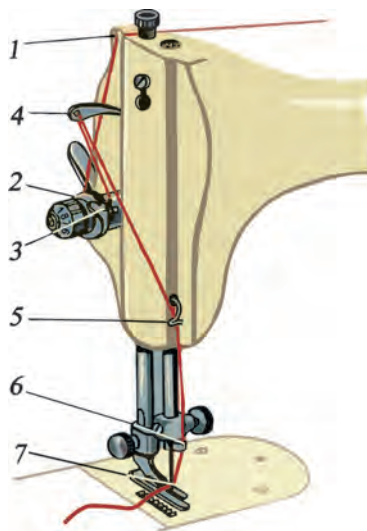

Рис.29. Заправка верхней нитки.
Ход работы: Заправка верхней нитки (рис. 29):
4. Направьте нитку к задней части рычага нитепротягивателя и проведите ее через ушко нитепротягивателя 4 (рис.29).